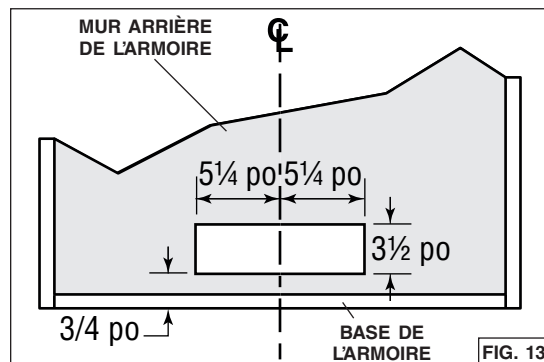

FIG. 13
9. Découper le trou pour l'évacuation horizontale dans le mur arrière de l'armoire aux dimensions indiquées. (FIG. 13).